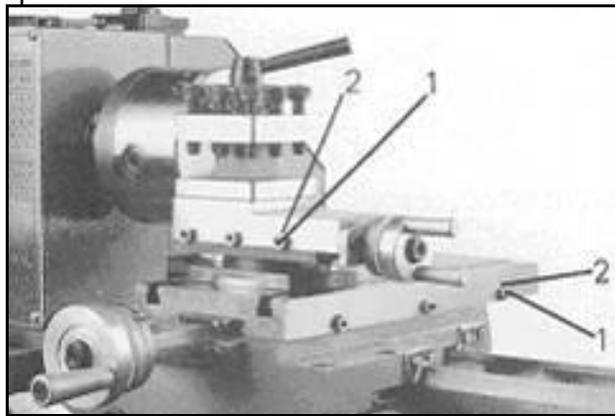

Рис.28
Оба суппорта оборудованы регулировочными планками и могут быть установлены посредством винтов (1, Рис.28) и контргаяк (2) без зазора.